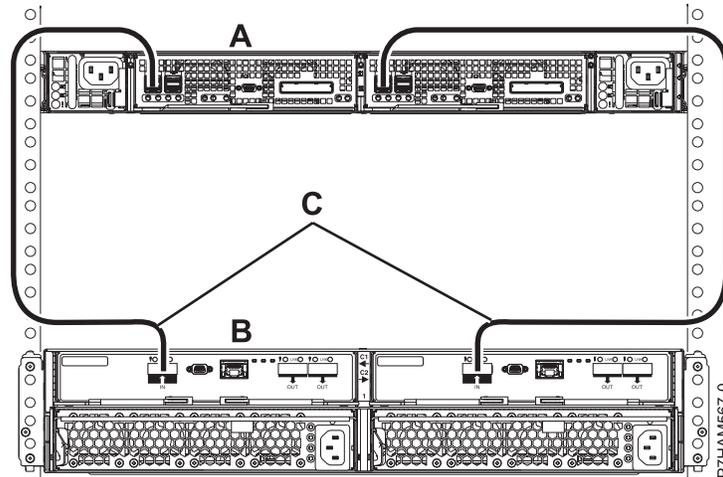

Figure 39. Connexion de mode 1 d'un boîtier d'unité de disque 58/87 en utilisant des câbles EX reliés à un boîtier de stockage PCIe
13. Effectuez la connexion de mode 1 d'un boîtier d'unité de disque 58/87 (B) en utilisant des câbles EX (C) reliés à un boîtier de stockage PCIe avec prise en charge de tiroirs de disque SAS (A), comme illustré dans figure 39, à la page 75.
- Chaque adaptateur interne du boîtier de stockage PCIe (A) peut accéder à l'autre adaptateur et à toutes les baies d'unité de disque.
- Les deux câbles EX (C) d'un même boîtier d'unité de disque 58/87 doivent être reliés au même port numéroté sur le boîtier de stockage PCIe, comme illustré dans figure 39, à la page 75.